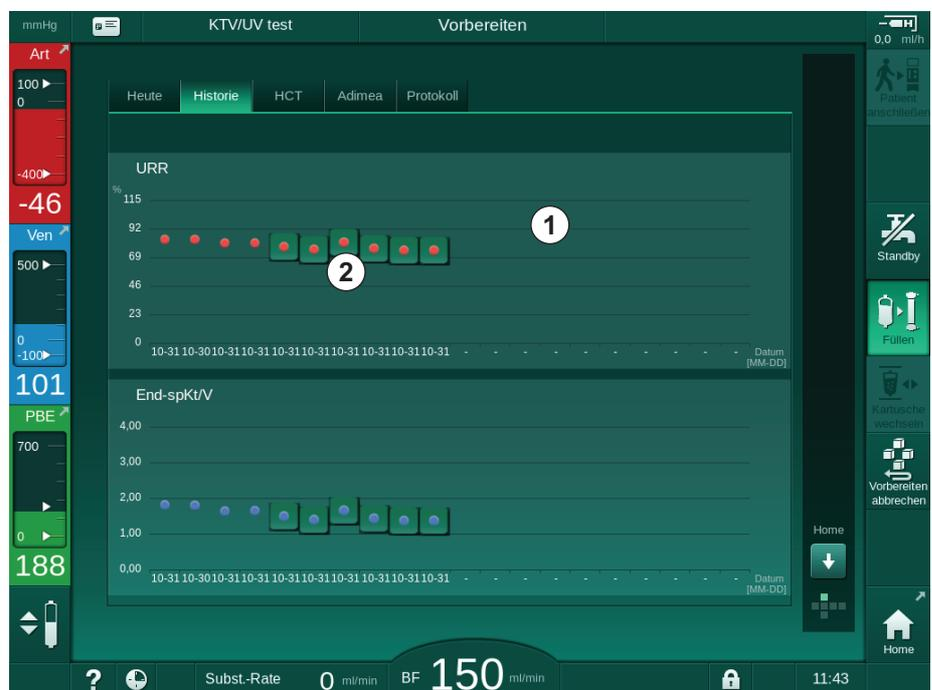
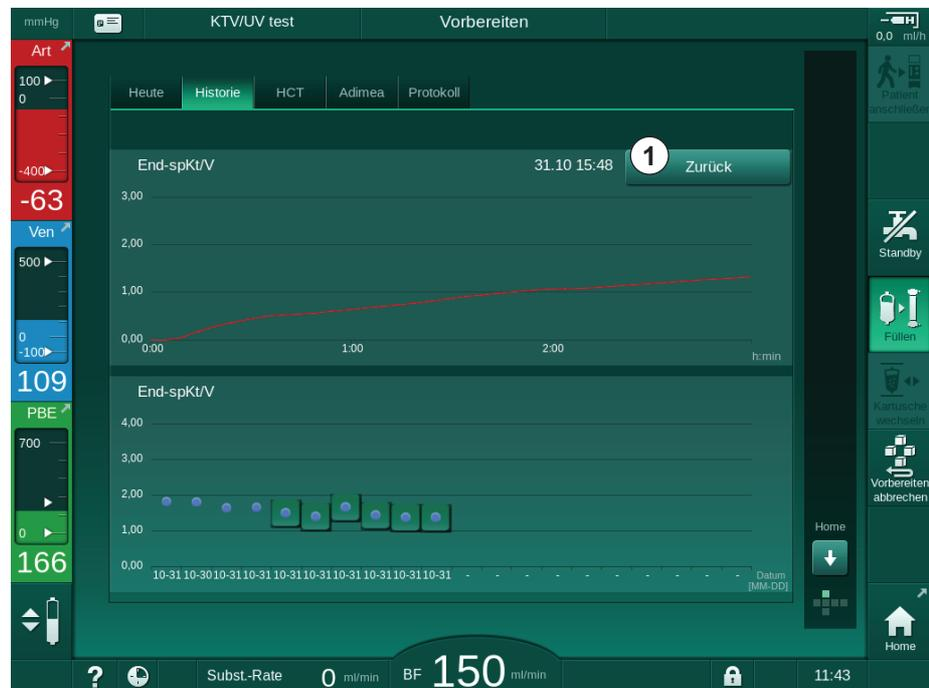

Abb. 11-14 Historie der Parameter auf dem *Info*-Bildschirm
Abb. 11-15 Trendansicht eines ausgewählten Parameters
Für die letzten 6 durchgeführten Therapien sind ausführlichere Informationen verfügbar. Nach Berühren der entsprechenden Markierung des Parameters (Abb. 11-14, ②) für ein bestimmtes Datum wird ein Trend dieses Parameters für diese spezielle Therapie angezeigt (Abb. 11-15). Die Auflösung beträgt 5 Minuten. Die Trendansicht wird durch Berühren von *Zurück* ① geschlossen.